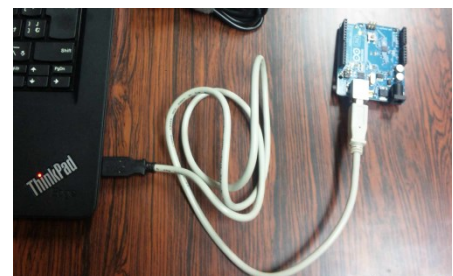

図 1 Arduino Uno の接続
- b) Arduino Uno を USB ケーブルで PC のキーボード右側の USB ポートに接続します。図 1 参照